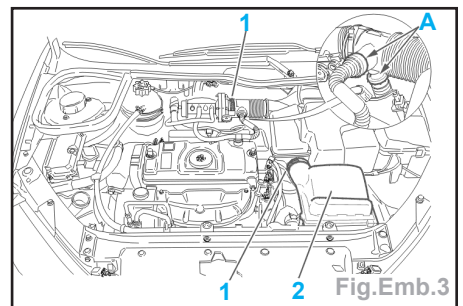

Fig.Emb.3
- Déposer (Fig.Emb.3) :
- les colliers (1),
- les tuyaux de réaspiration des vapeurs d'huile (en (A)),
- le filtre à air (2),